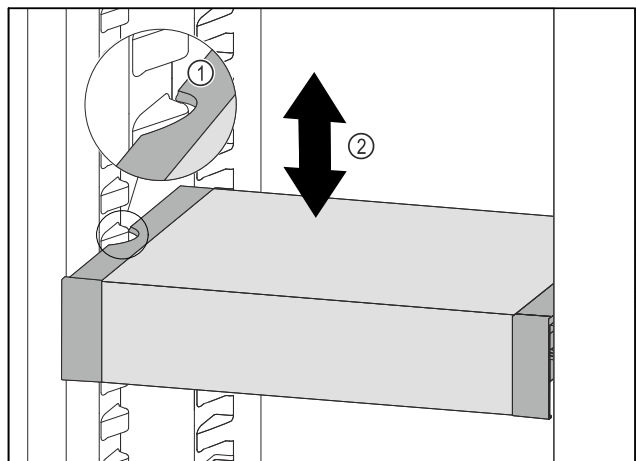

Fig. 40
- ▶ Потягнути VarioSafe вперед, поки бокові заглиблення VarioSafe не опиняться на рівні ребра для резервуара в охолоджувальному відділенні. Fig. 40 (1)
- ▶ Пересувайте VarioSafe вгору або вниз в охолоджувальному відділенні до тих пір, поки не досягнете бажаної висоти. Fig. 40 (2)